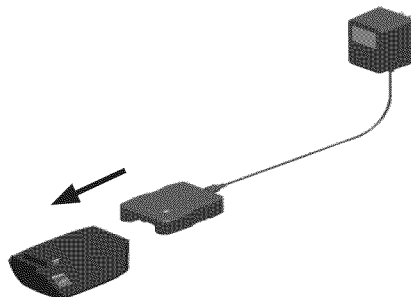

Figura 2 - Deslizando el cargador sobre la batería
3. Deslice el cargador en el paquete de baterías como se muestra en la figura 2. Deje que el paquete de baterías se cargue hasta que el LED rojo se apague. Luego de la carga inicial, bajo uso normal, su paquete de baterías debería estar completamente cargado de 3 a 9 horas.